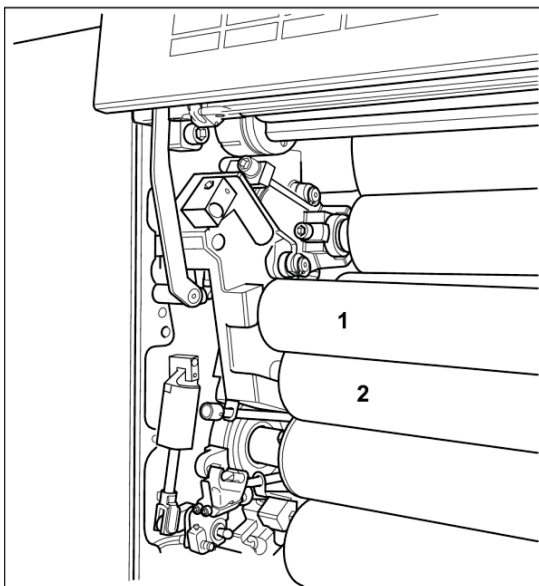

図 21 インキローラ12と10の取り外し
1. インキローラ12(図21/1)を印刷ユニットから取り外します。
2. インキローラ10(図21/2)を印刷ユニットから取り外します。